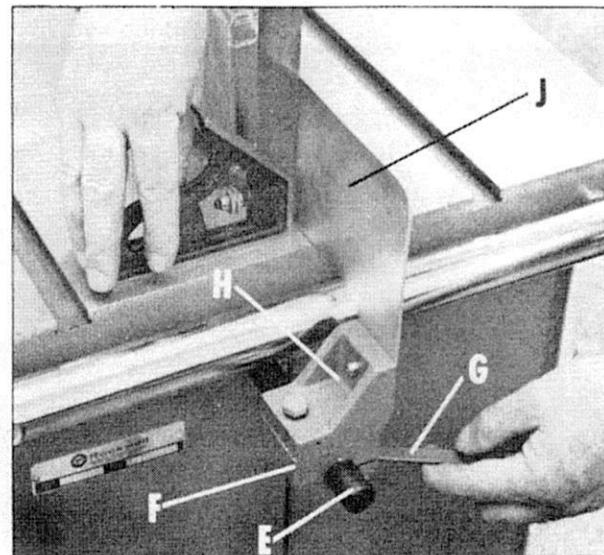

Fig. 11
4. Place threaded end of eccentric rod (E) Fig. 11, through the hole in rear of saw carriage and fasten with star washer and nut supplied. Do not fully tighten nut at this time.
4. Passez la partie filetée de l'excentrique (E) dans le trou qui est à l'arrière du chariot de la scie, enfilez dessus la rondelle à denture, et vissez l'écrou sans le bloquer (voir fig. 11).
5. Fixez le support inférieur arrière (F) à l'excentrique (E) et serrez les deux vis qui se trouvent sous le support au moyen de la clé (G) comme le montre la figure 11.
6. Fixez le support du diviseur (H) sur le support inférieur (F) à l'aide de la vis et de la rondelle prévues pour cela (voir fig. 11).
7. Montez l'ensemble diviseur-protège-lame (J) sur le support (H) (vis et rondelle fournies — Voir figure 11). Le diviseur se fixe également à l'intérieur du support (A et D, figure 10).
5. Assemble lower rear bracket (F) to eccentric rod (E) and snug up the two screws located underneath the bracket with wrench (G), as shown in Fig. 11.
6. Assemble splitter bracket (H) to lower bracket (F) Fig. 11, using screw and lockwasher supplied.
7. Fasten splitter and guard assembly (J) Fig. 11, to bracket (H), using the screw and washer provided. The splitter assembly is also fastened to the inside of the bracket (A) and (D) Fig. 10.